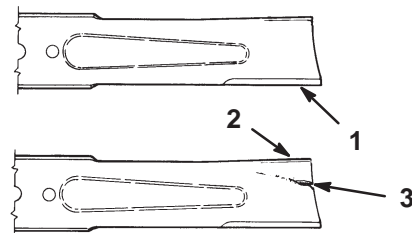

Bild 33
1. Untersuchen Sie die Schnittkanten (Bild 33). Bauen Sie, wenn die Kanten nicht scharf sind oder Kerben aufweisen, die Schnittmesser aus und schärfen sie. Siehe „Schärfen der Messer“ auf Seite 33.
2. Untersuchen Sie die Schnittmesser, insbesondere den gebogenen Bereich (Bild 33). Montieren Sie, wenn Sie Schäden, Verschleiß oder Rillenbildung in diesem Bereich feststellen (Punkt 3 in Bild 33), sofort ein neues Schnittmesser.